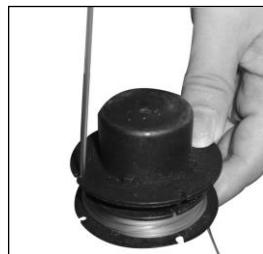

Figure 4E
5. Pour fixer la spire bloquer les 2 bouts de la corde en sens opposé (Figure 4E).